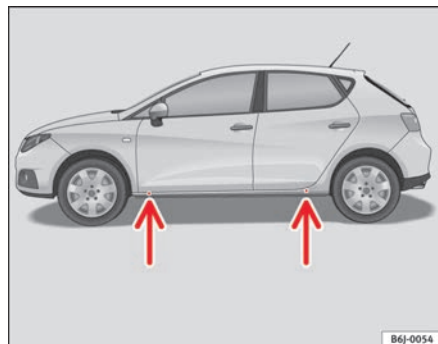

Fig. 137 Punti di appoggio per il cric
- Applicare il cric al longherone inferiore del veicolo nel punto di appoggio più vicino alla ruota da sostituire ⇒ **fig. 137**.
Sul montante inferiore sono segnati i punti a cui applicare il cric ⇒ **fig. 137**. È previsto un punto per ogni ruota. Non collocare il cric in altri punti.